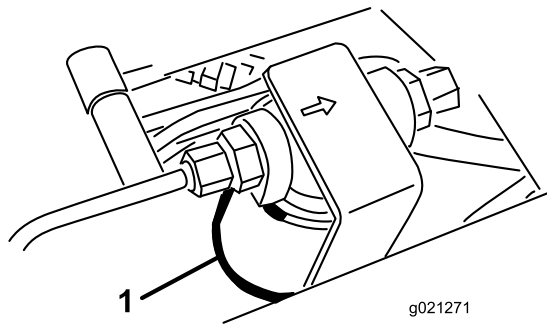
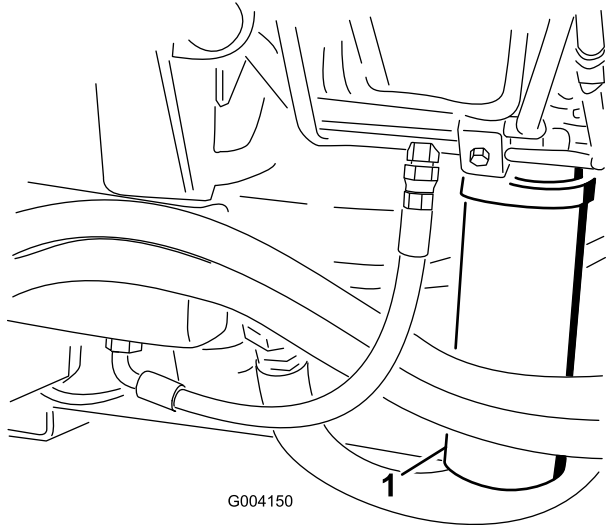

Figure 92
Figure 93
2. Nettoyez la surface autour de la zone de montage du filtre et placez un bac de vidange sous le filtre (Figure 92) et (Figure 93).